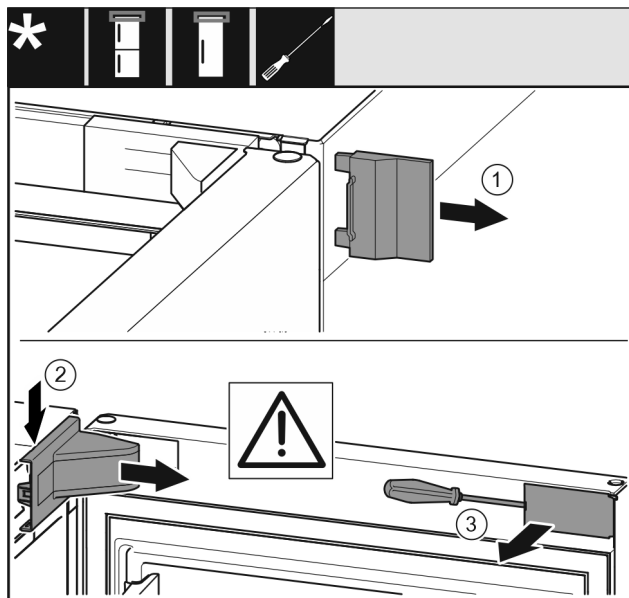

Fig. 8
- ▶ Võtke välimine kate Fig. 8 (1) ära.
- ▶ Vabaneb laagripuki kate Fig. 8 (2) fiksaatorist ja võtke maha.
- ▶ Haakige ilukate Fig. 8 (3) lapikkruvikeerajaga lahti ja keerake küljele.